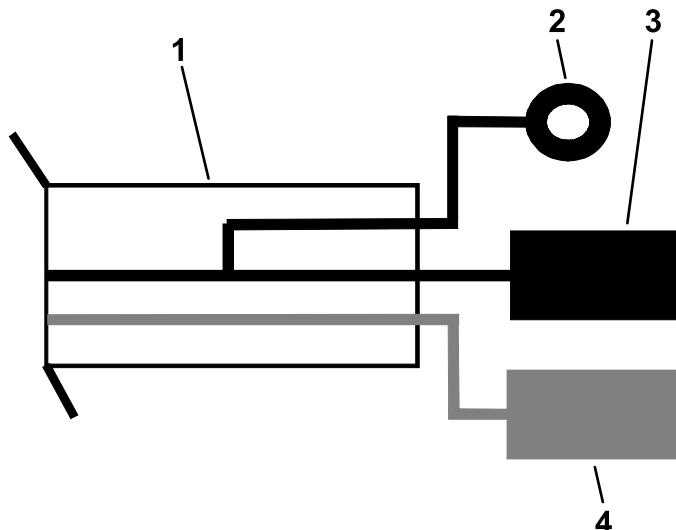

Figura 20
5. Instale o fio de terra preto ao fio de ligação à terra na cablagem do kit de conversão de alimentação (Figura 20).
6. Instale o fio de alimentação vermelho ao fio de alimentação na cablagem do kit do conversor de alimentação (Figura 20).